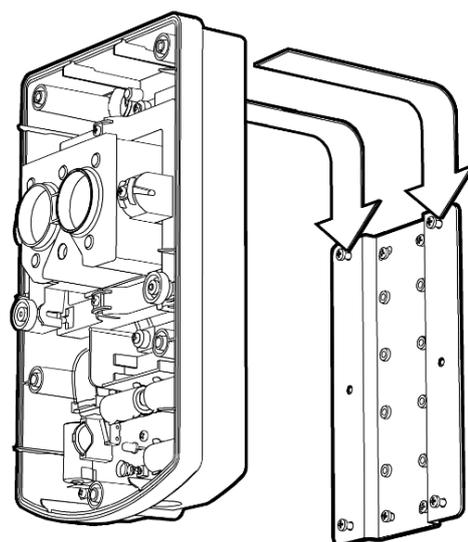

Рис. 3
- на, предварительно установленный (на стене, потолке) Кронштейн СПНК.301568.006 через Пластину монтажную СПНК.301716.003 из комплекта поставки Кронштейна (см. рис. 3).